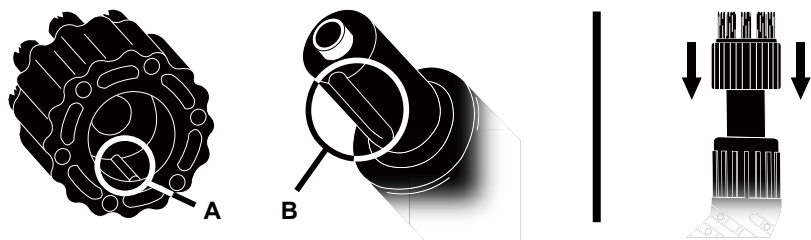

図5
1. ブラシの中にある突起（図5-A）をジェットノズルの先端の溝（図5-B）に合わせてください。